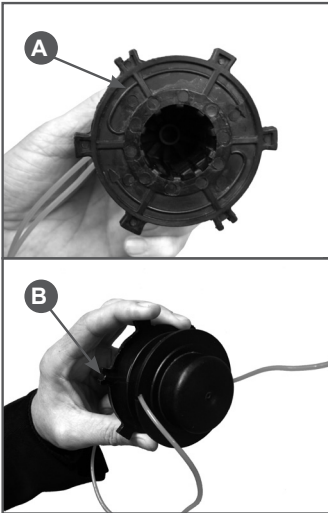

Рис. 21 Намотка корда
- Намотайте корд плотно с натягом в пазы на катушке. Направление наматывания показано стрелками на катушке (Рис.21А). После намотки разрежьте корд и закрепите в разъемах на катушке (Рис.21В).